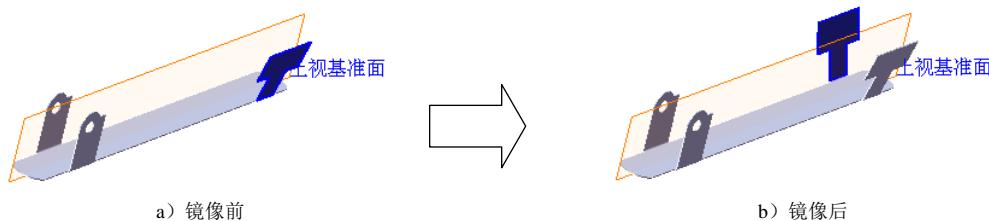

图 15.4.26 镜像 2
Step8. 创建图 15.4.26 所示的镜像 2。
- (1) 选择命令。选择下拉菜单 **插入(I)** → **阵列/镜向(A)** → 镜向(M)... 命令。
- (2) 定义镜像基准面。选取上视基准面作为镜像基准面。
- (3) 定义镜像对象。选择边线一法兰 2 作为镜像 2 的对象。
- (4) 单击 按钮，完成镜像 2 的创建。